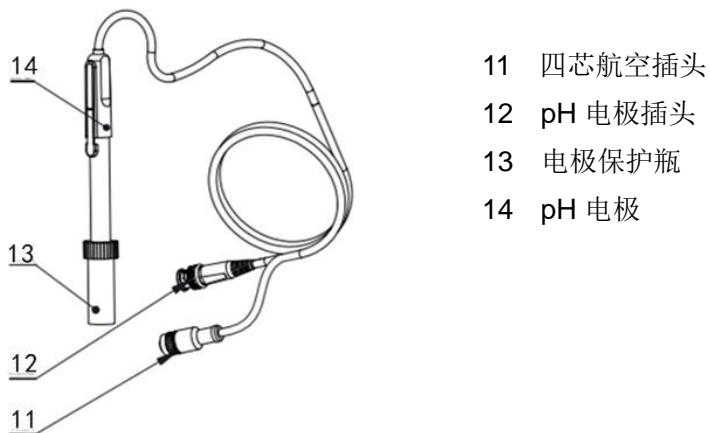

图 4-3 电极示意图
使用三复合电极时 (14) (图 4-3), 可以将三复合 pH 电极的 Q9 接头插入 pH 电极接口, 同时, 将三复合 pH 电极的四芯接头插入 DO/T 接口。